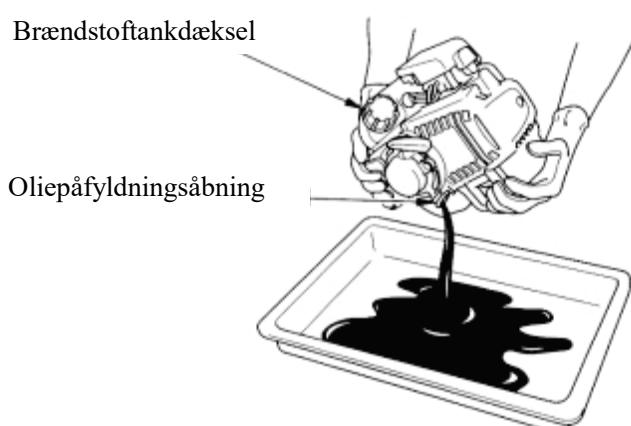

Fig. 11
c. Afmonter oliepinden, tip motoren i retning af oliepåfyldningsåbningen, og hæld olien over i den anbragte beholder som vist i fig. 11.